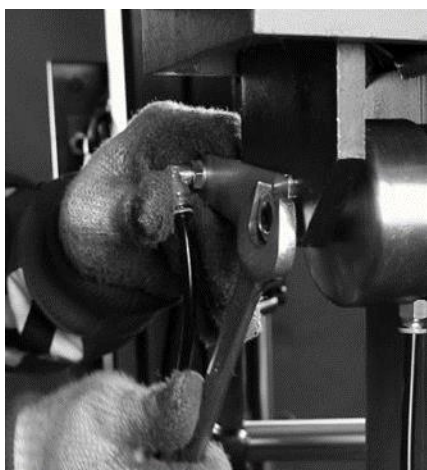

Рис. 15.6
15.1.6 Вставьте фиксирующую пластину воздушной трубки крюка за гайку, затем затяните ее (рис. 15.6).